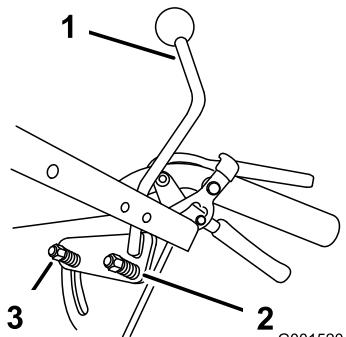

**Figure 39**
8. Desserrez l'écrou de réglage avant sur la timonerie de commande hydraulique gauche, comme illustré à la Figure 39.
9. Tournez l'écrou de réglage gauche dans le sens anti-horaire jusqu'à ce que la roue tourne en avant (Figure 39).
10. Tournez l'écrou de réglage arrière dans le sens horaire 1/4 de tour à la fois. Déplacez ensuite le levier de changement de vitesse en avant et ramenez-le au point mort. Répétez cette opération jusqu'à ce que la roue gauche arrête de tourner en avant (Figure 39).